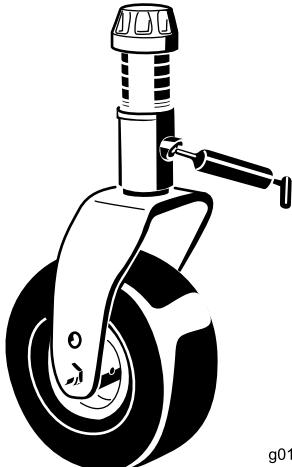

Bild 13
- Laufradgabel-Büchsen (4) (Bild 13)